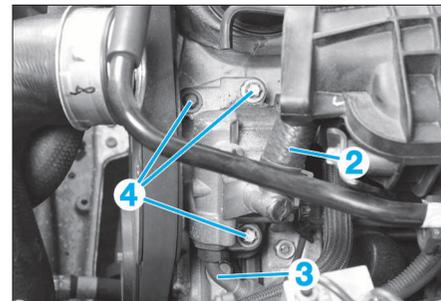

FIG. 10
- Débrancher la durit d'alimentation de la pompe (2) (Fig.10).
- Désaccoupler la pompe haute pression la durit (3) (Fig.10).
- Monter un embout adapté et un manomètre muni d'un robinet d'étranglement entre la pompe et la durit haute pression (3).